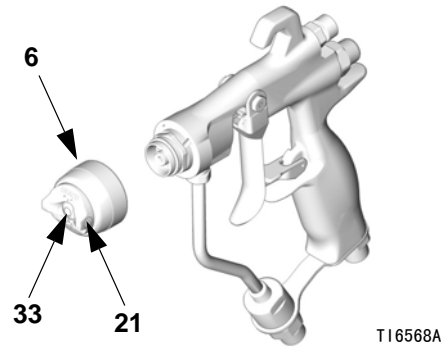

图 35
2. 卸下空气帽锁紧环（6）、空气帽（21）和喷嘴（33）。见图 35。